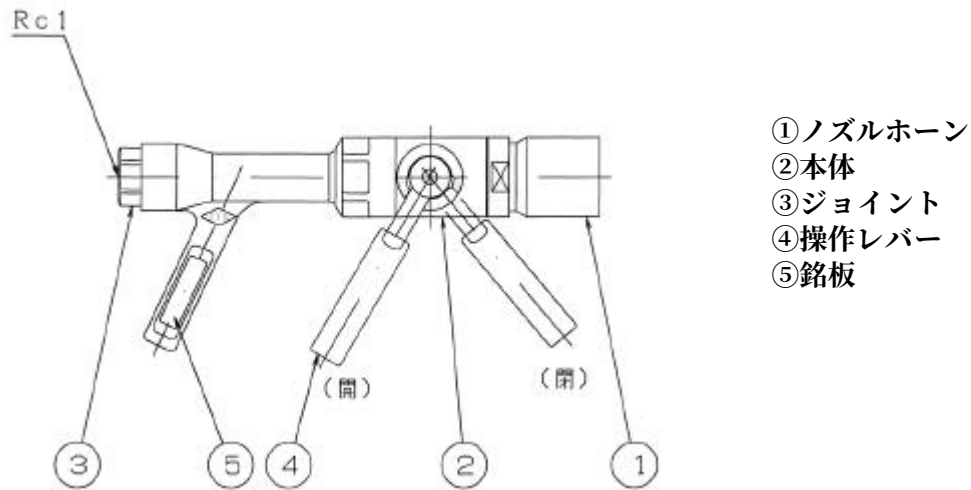

図2. ハンドノズル外形図
- 3) ハンドノズルを火元に向け、ハンドノズルの操作レバー（図2の品番④）を開放側にしてコックを開き火元手前から掃くようにして消火作業を行う。